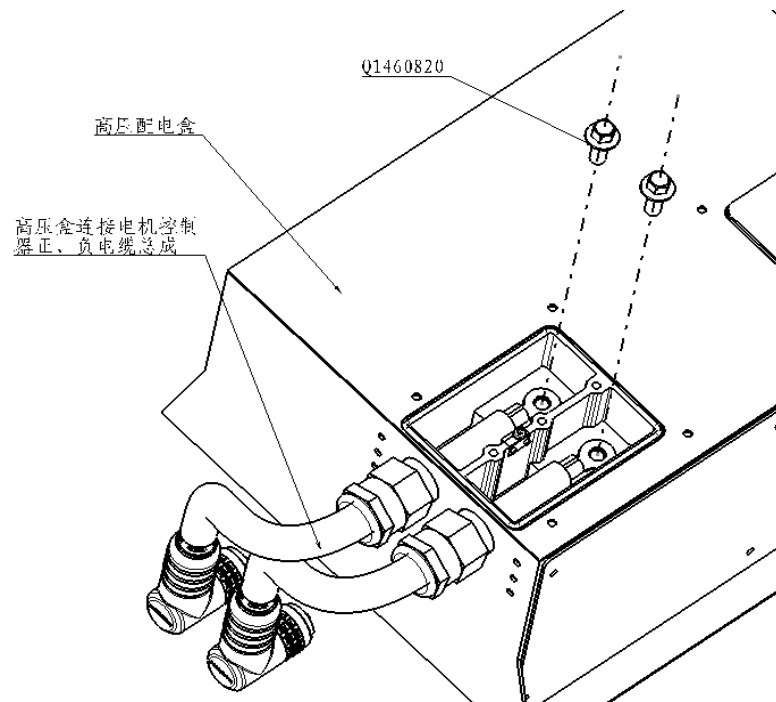

图9-7 维修步骤6
6、用套筒（13mm）旋出高压盒连接电机控制正、负极电缆总成压线端子的两个固定螺栓Q1460820。拧松高压盒的两个堵头拆下连接高压配电箱端高压盒连接电机控制正、负极电缆总成（如图9-7所示）。